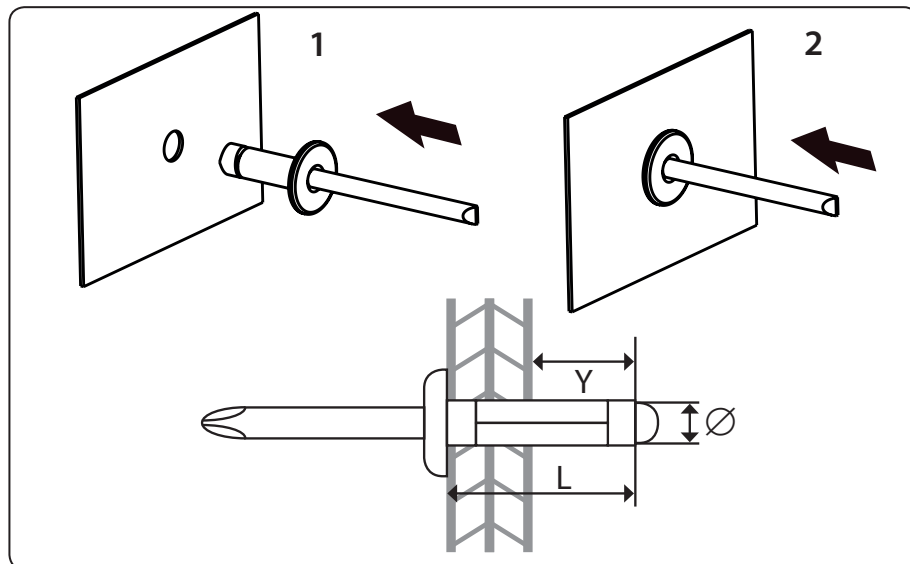

Abb.4
- b) **Setzen Sie einen Nietkörper in das Bohrloch mit dem entsprechenden Durchmesser in Bezug auf den Durchmesser des Nietkörpers ein, siehe Schritt 1 und 2 in der Abb. 4. Der Nietkörper muss im Verhältnis zu der Dicke der Verbundmaterialien ausreichend lang sein, damit die Teile ordnungsgemäß verbunden werden.**